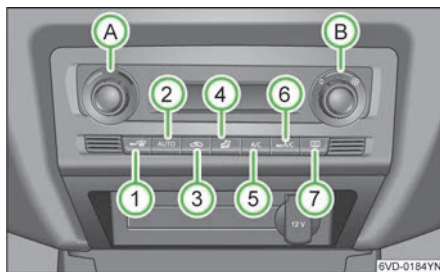

图 85
- 按压按钮 AUTO» 图 85，见第 48 页。
-  图 85，见第 48 页已接通。